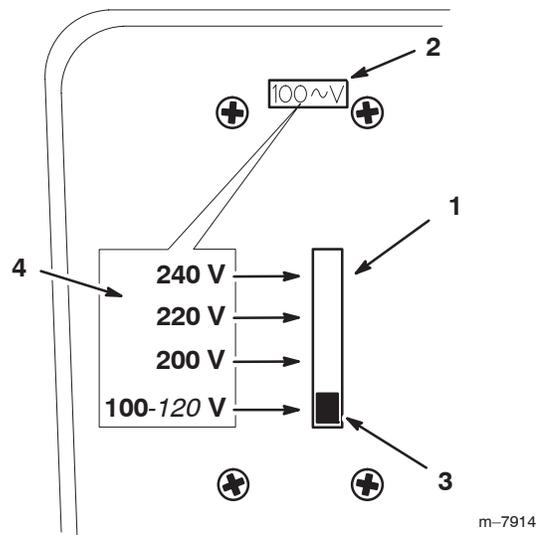

Figure 13
1. Localisez le sélecteur de tension au dos du chargeur (Fig. 13).
2. Réglez la tension en déplaçant le commutateur du sélecteur en haut ou en bas (Fig. 13).